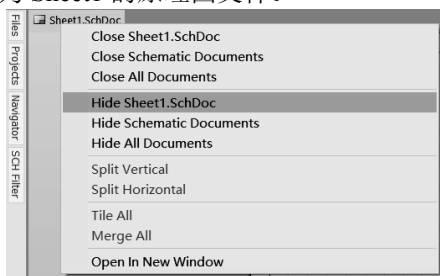

图 1-2-11 隐藏名为 **Sheet1** 的文件
(5) 隐藏文件。在已打开的文件标签上单击鼠标右键，在弹出的菜单中选择“**Hide+文件名称**”的选项即可隐藏当前的文件，如图 1-2-11 所示，隐藏名为 **Sheet1** 的原理图文件。